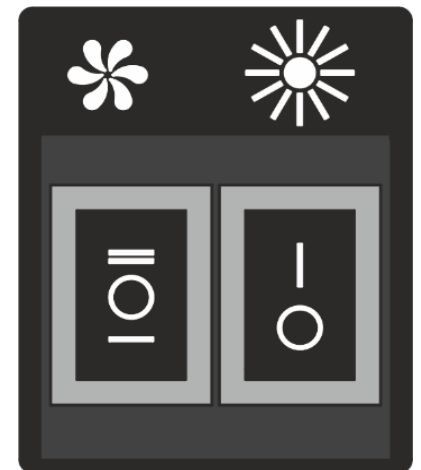

Рис. 5
**7.3** На боковинах корпуса размещен клавишный переключатель режимов работы и включения ламп освещения (рис.5).